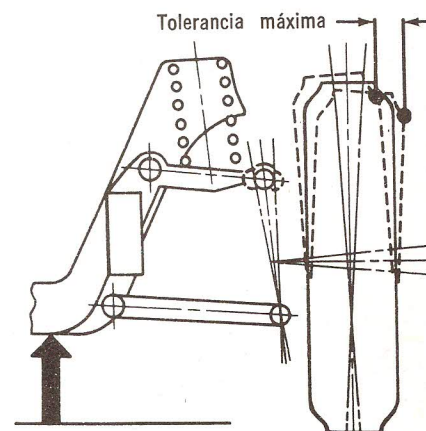

Fig. 11 — Midiendo Juego Radial de Rótula Superior. Ilustrativo
1. Levante el vehículo con un elevador de contacto en el bastidor o con elevadores de piso colocados debajo de la parte inferior de la carrocería, hasta que la rueda baje completamente como se indica en la Fig. 11. Esto eliminará la carga de la rótula superior.
parte superior y su parte inferior y lentamente muévalo hacia dentro y hacia fuera (Fig. 11). Observe la lectura (juego radial) en el micrómetro. Si excede de las especificaciones reemplace la rótula superior.